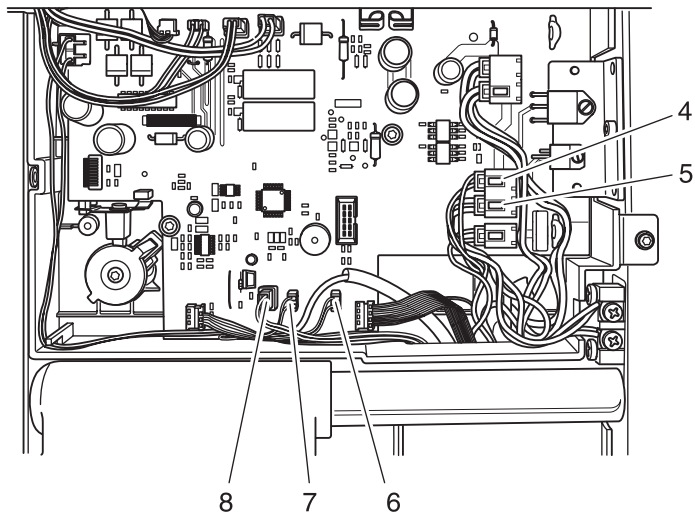

Fig. 13f
- Die Steckverbinder 6 bis 8 aufstecken (Fig. 13f).